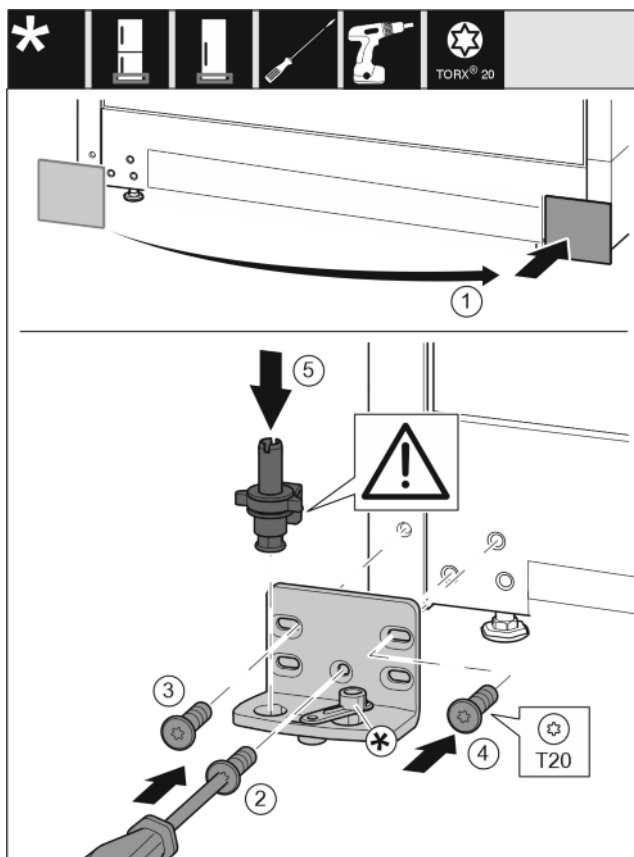

Fig. 15
- ▶ Zdjąć osłonę i założyć z drugiej strony. Fig. 15 (1)
- ▶ Płytkę zawiasu założyć z drugiej strony i przykręcić przy pomocy śrubokręta T20. Rozpocząć od śruby 2 dolnej umieszczonej na środku. Fig. 15 (2)
- ▶ Dokręcić śrubę 3 i 4. Fig. 15 (3,4)
- ▶ Założyć cały sworzeń płytki zawiasu. Przy tym zwrócić uwagę, by krzywka zatrzaskowa wskazywała do tyłu. Fig. 15 (5)